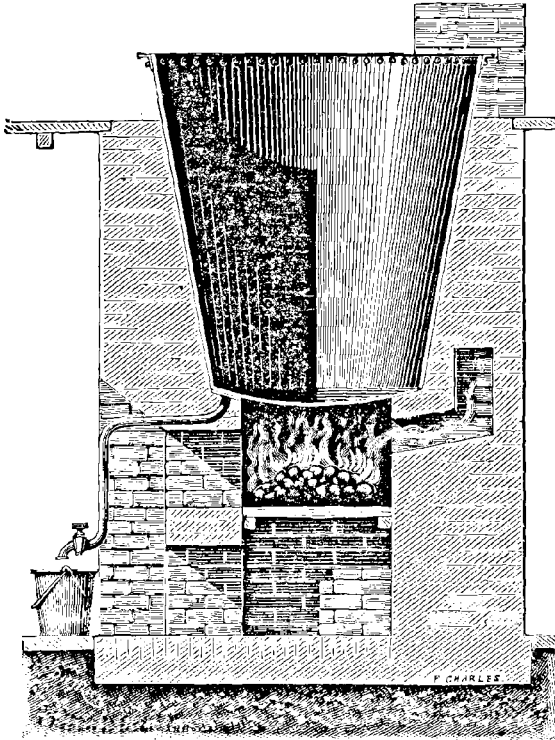

Fig. 120. Chaudière à savon.
**Fabrication.** — Dans de grandes chaudières en cuivre (fig. 120), on chauffe des matières grasses, telles que graisses et huiles, avec de la potasse ou de la soude, on agite afin que la base remplace bien la glycérine, on ajoute de l'eau salée qui rend le savon formé insoluble. Celui-ci monte à la surface, est enlevé et comprimé dans des moules en bois. La glycérine reste seule.